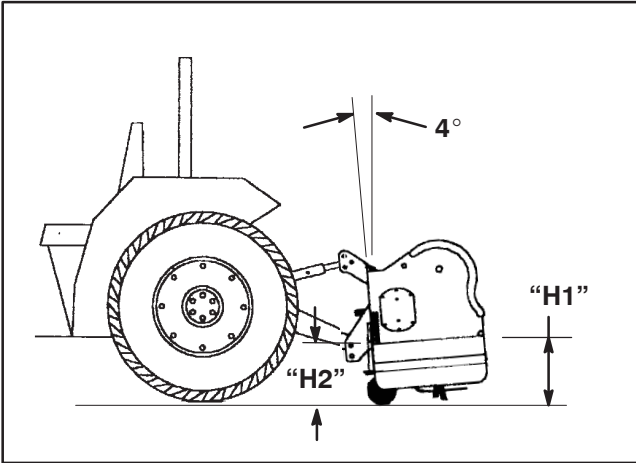

Figure 23
- Mesurez et notez la distance entre le sol et le coin inférieur arrière du châssis ("H1") et le coin avant du châssis ("H2") (Fig. 23).